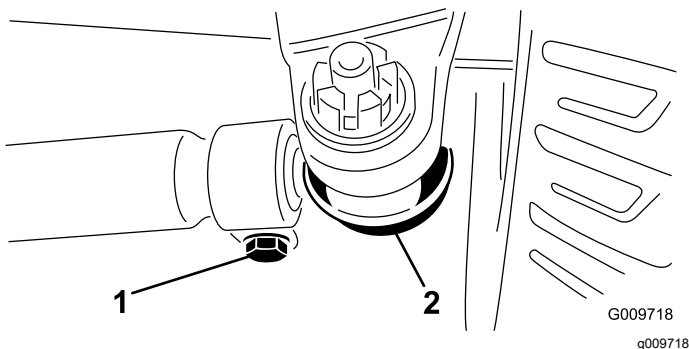

Bild 115
- Entfernen Sie den Splint und die Mutter von einem der Spurstangen-Kugelgelenke (Bild 115). Entfernen Sie das Spurstangen-Kugelgelenk vom Achsständer.
- Lockern Sie die Klemmen an beiden Enden der Spurstangen (Bild 115).